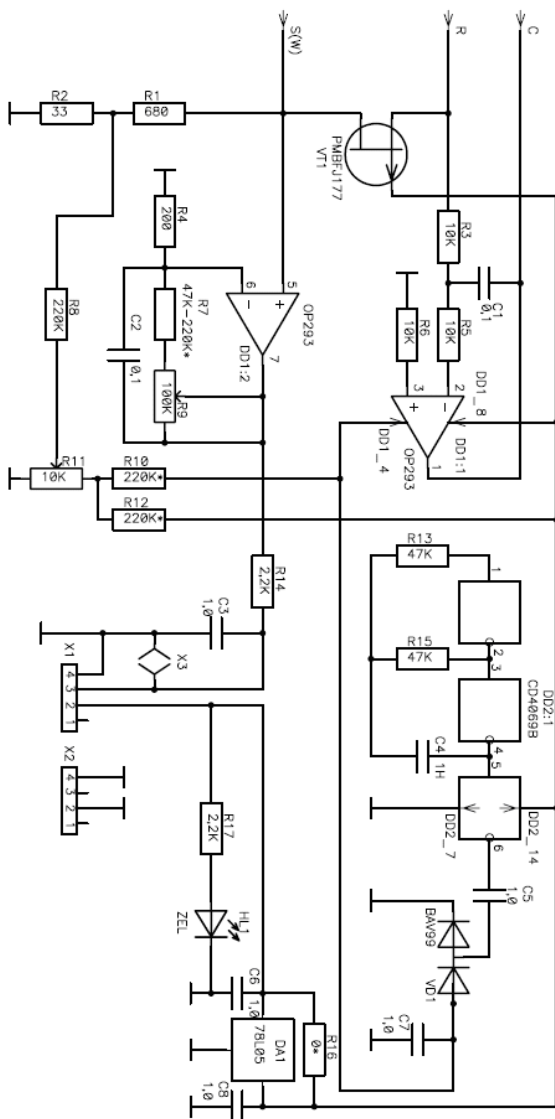

рис.4
- Плата для 3-электродного инверсным выходом (маркировка C-NO₂) – используется в ГС «Агат» и «Хмель» 3-электродными сенсорами производства разных фирм. Принципиальная схема показана на рис.4, расположение элементов – на рис.4а.
рис.4а